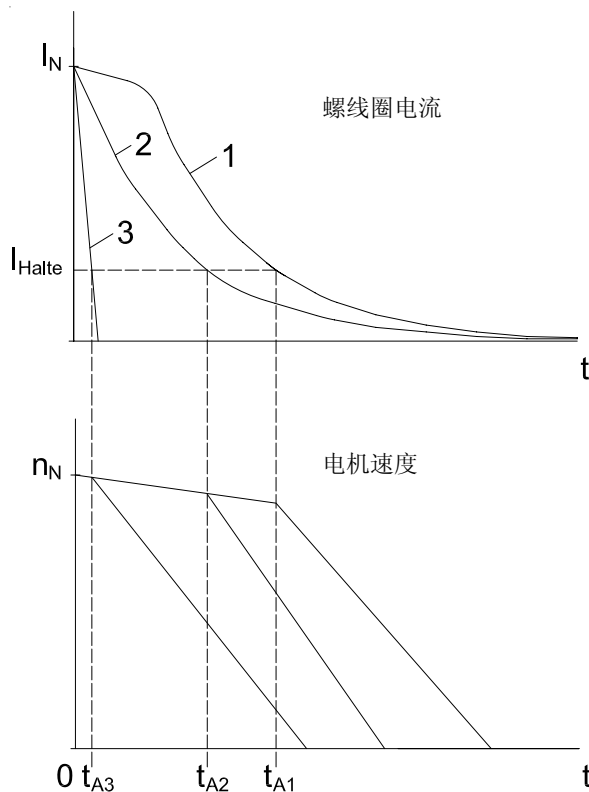

图 4：切断 AC（1 和 2）或者 DC（3）电源后，理想的线圈电流和电机转速曲线
- a) 从电机接线端子板上获得能量的整流器（图 4，曲线 1）
- b) 单独获得能量的整流器（图 4，曲线 2）
磁铁线圈的 DC 电路的切断（图 4，曲线 3）